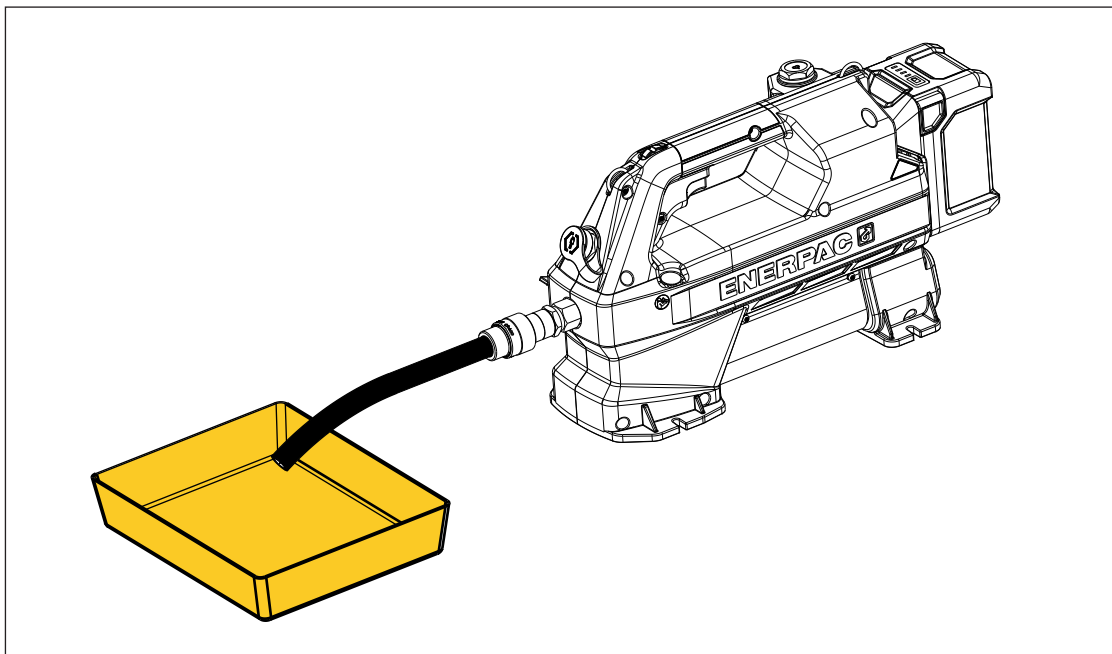

Abbildung 15: Hydrauliköltank ablassen
7. Schalten Sie den Netzschalter der Pumpe ein (I).
8. Drücken Sie den Auslöser, um den Pumpenmotor zu starten, und lassen Sie das Öl aus dem Tank ab. Lassen Sie den Motor laufen, bis kein Öl mehr aus dem Schlauch mit offenem Ende herausläuft. Lassen Sie den Auslöser anschließend los. Siehe Abbildung 15.